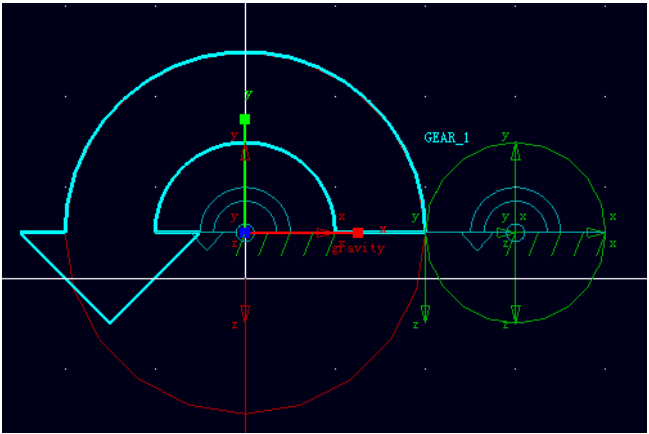

图 4-10 齿轮上的旋转驱动
4.6 在 **ADAMS/View** 驱动库中选择旋转驱动（**Rotational Joint Motion**）按钮，在 **Speed** 一栏中输入 360，360 表示旋转驱动每秒钟旋转 360 度。在 **ADAMS/View** 工作窗口中，两个齿轮中任选一个作为主动齿轮，本设计中选择左边的齿轮（红色的），用鼠标左键点击齿轮上的旋转副（**JOINT_1**），一个旋转驱动创建出来，如图 4-10 所示，图中显亮的部分为旋转驱动。